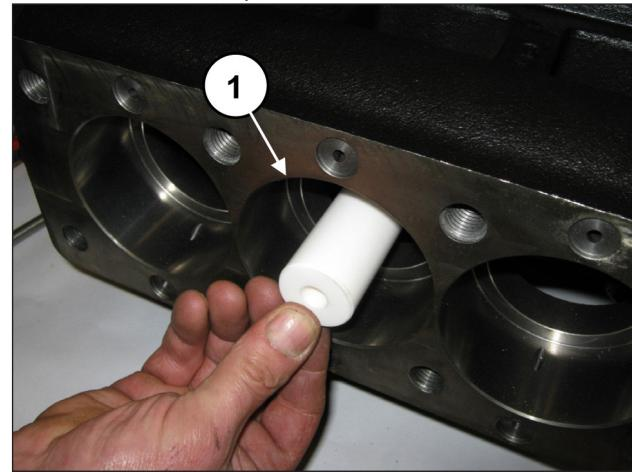
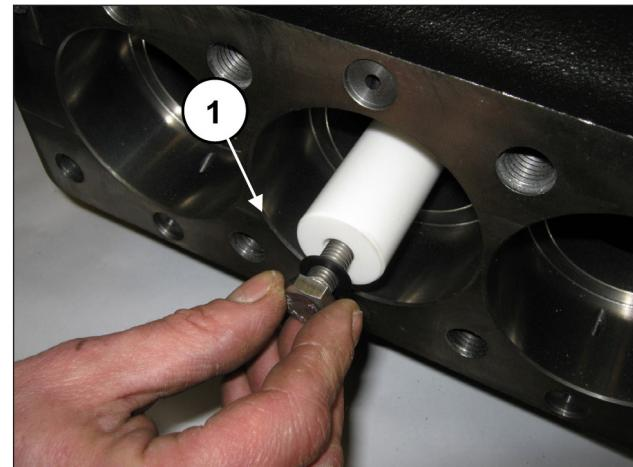

Рис. 184
Рис. 185
Установите поршни на соответствующие направляющие (поз. ①, Рис. 184) и закрепите их согласно поз. ①, Рис. 185.